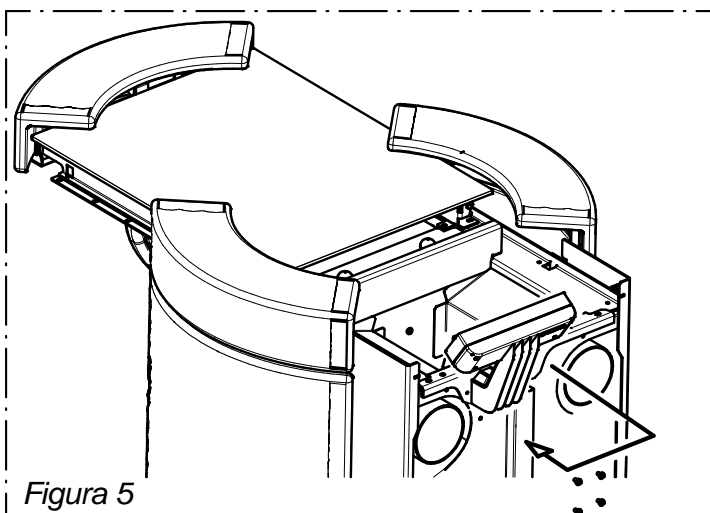

Figura 5
- Spostare il pannellino riavvitando poi le viti tolte in precedenza (Figura 5).